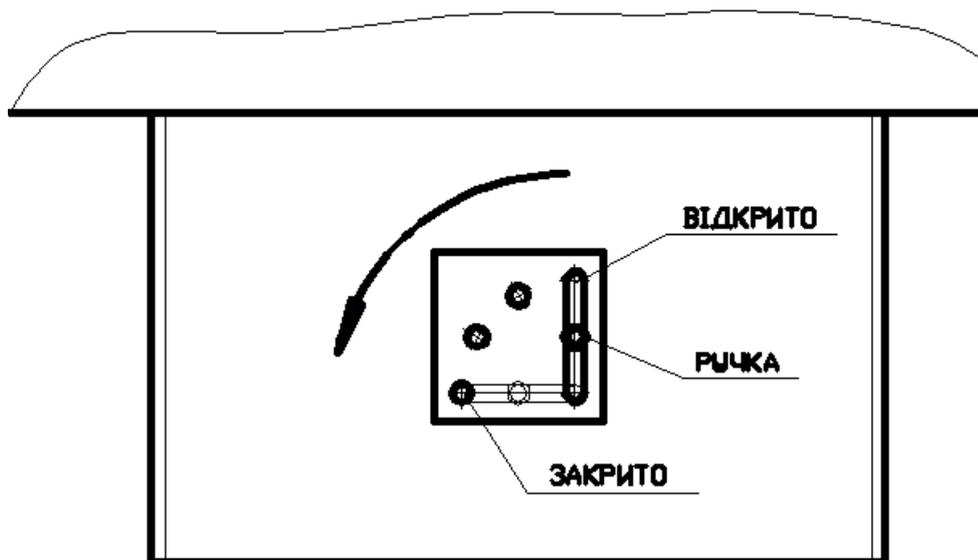

Рисунок 2. Шибер
6.2.4 Перевірити наявність тяги. На шибері (рис.2) підважити ручку уверх, повернути та встановити у потрібне положення, регулюючи таким чином тягу у димоході.